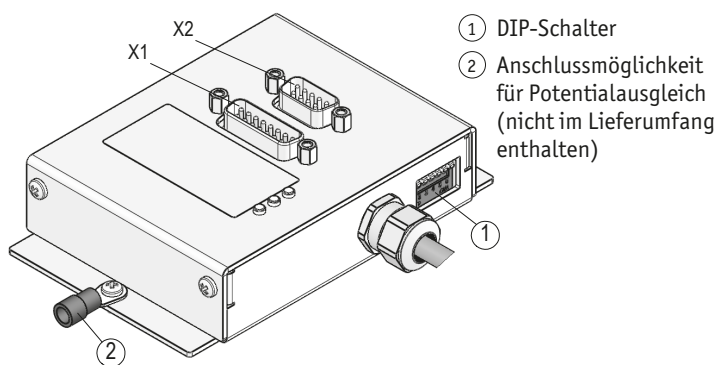

Abb. 8: Anschlüsse
Gerät über die zwei seitlichen Bohrungen auf einer ebenen Auflagefläche befestigen (siehe Abb. 8 und Befestigungsmaße siehe Datenblatt).
Quetschkabelschuh bei der Montage der Auswerteeinheit an die Anschlussmöglichkeit für Potentialausgleich ② mit anschrauben (siehe Abb. 8 und Kapitel 4.3).
- X1: 15 pol. D-Sub Stift (siehe Abb. 8)
- X2: 9 pol. D-Sub Stift (siehe Abb. 8)